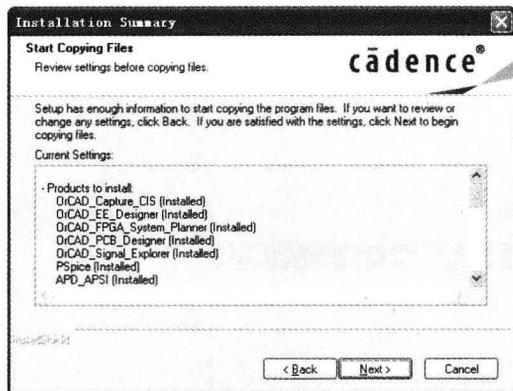

图 1.2.12 “Start Copying Files”窗口
(8) 单击“Next”按钮,出现“Start Copying Files”窗口,设置文件的复制,如果需要重新设定,单击“Back”按钮,返回上一窗口,如图 1.2.12 所示。